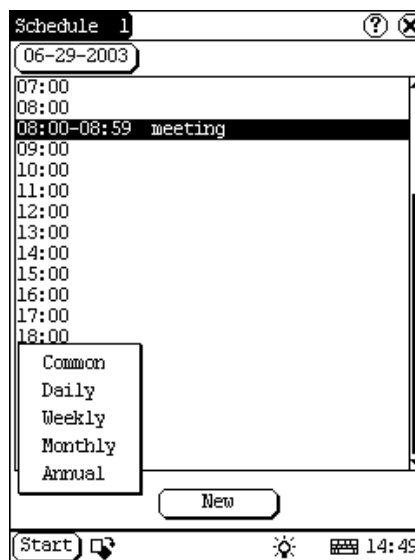

Abb. 4-30
- 1) Klicken Sie auf [Neu] und die Zyklusliste erscheint. Siehe Abb. 4-30.